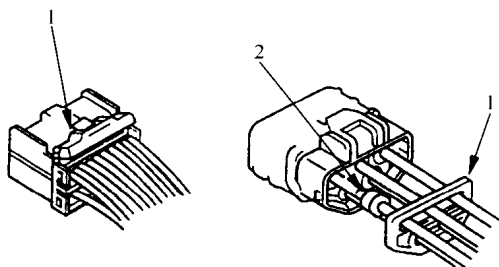

图 1-25 检查防松器没有松脱
9) 如图 1-25 所示, 检查防松器 1 和橡胶密封 2 是否有松脱。